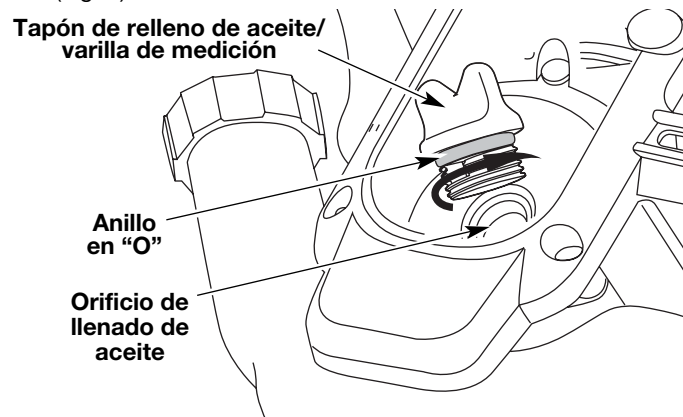

Fig. 5
3. Saque el tapón de aceite/varilla de medición del cigüeñal (Fig. 5).